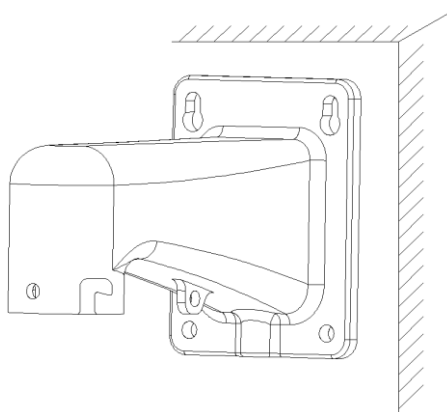

Рисунок 2
2.3 Подготовьте отверстия в установочной поверхности. Вставьте распорные дюбели в отверстия и закрепите кронштейн на установочной поверхности (рис.2). Обратите внимание: дюбели не включены в комплект поставки.